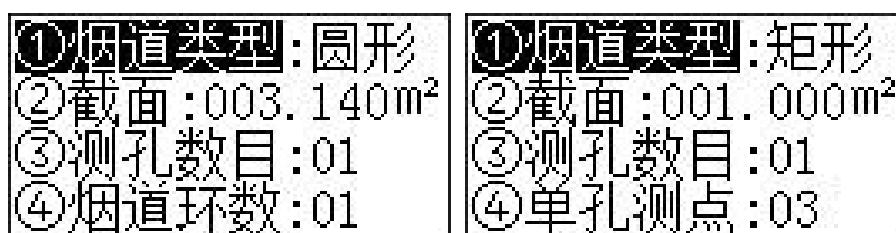

图 6 烟道布点
选择“①烟道布点”，按“OK”进入烟道布点界面，在此界面进行烟道类型、烟道横截面积、测孔数目以及烟道环数或者单孔测点数目的设置，如图 6；其中，根据烟道类型选择圆形、矩形或其它类型烟道。